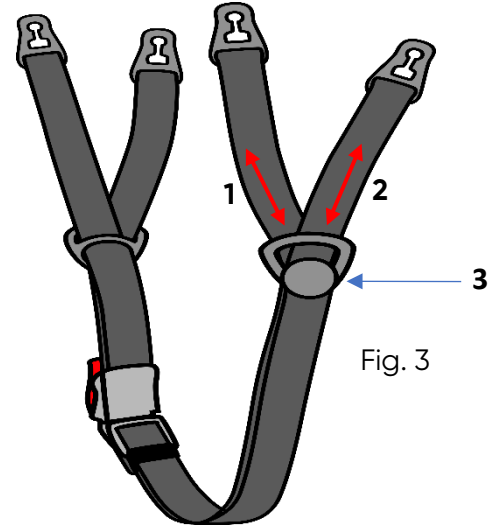

Fig. 3
Der Kinnriemen (Fig 3) verfügt über Längeneinstellung, individuell für die linke und rechte Seite des Riemens. Für jeden Teil kann die Länge der vorderen (1) und hinteren (2) Abschnitte geändert werden, indem der Riemen durch den Verteiler (3) geschoben wird.